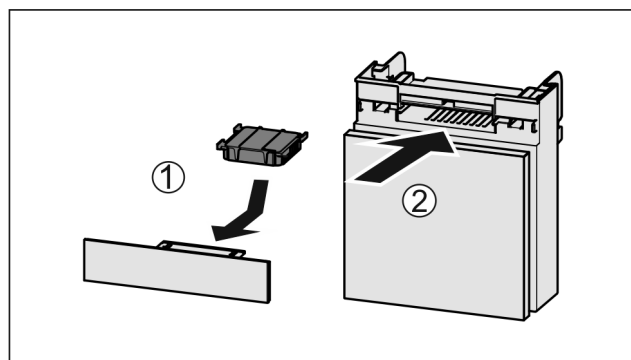

Fig. 246
- Inserire il vano Fig. 246 (2).